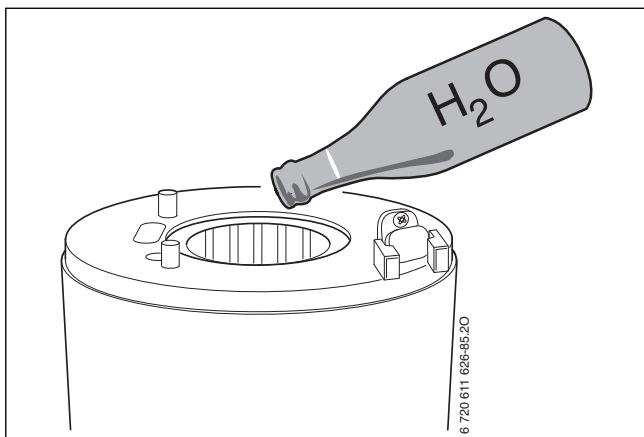

Fig. 46 Lavare con acqua lo scambiatore primario
- Smontare il dispositivo di miscelazione (→ fig. 46).